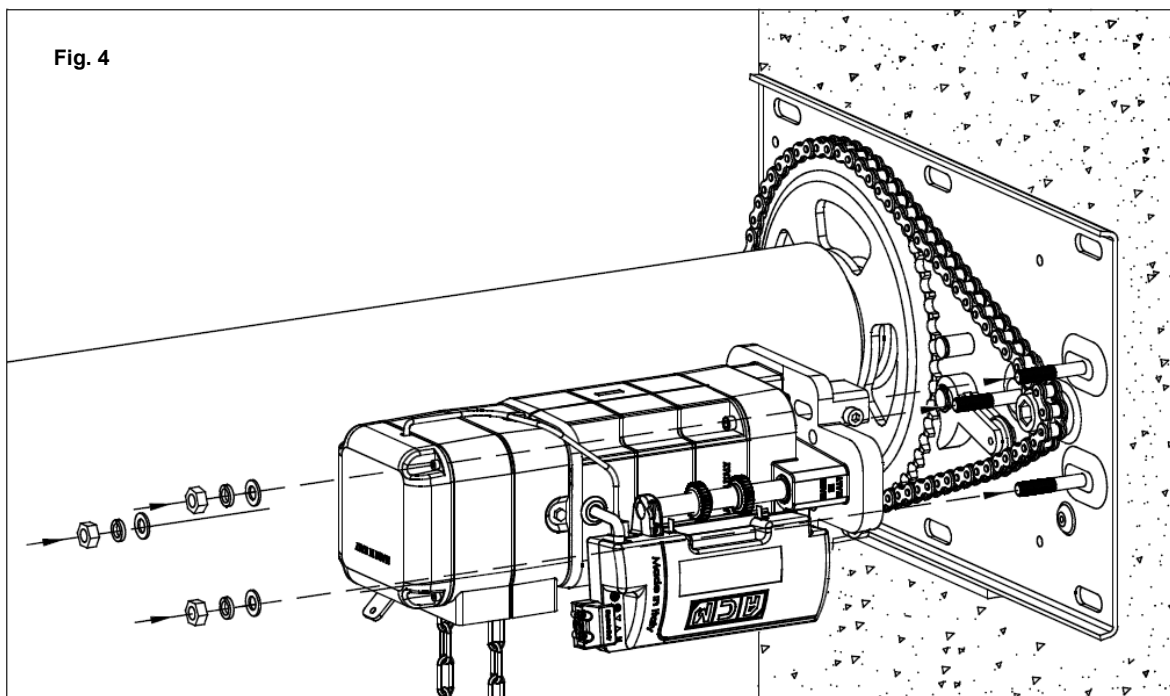
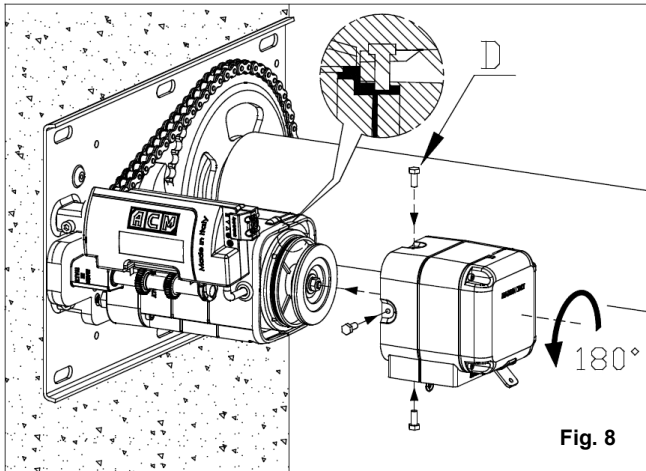

Fig. 4
Fig. 8
Il motoriduttore fornito è configurato per un'installazione a destra della serranda vista dall'interno. Il sistema è comunque predisposto per essere installato sia a destra che a sinistra come mostrato in figura 8 e 9. Dopo aver fissato l'asse di avvolgimento, procedere al montaggio del motoriduttore sulla staffa di trasmissione facendo combaciare i tre perni con le rispettive sedi del riduttore (vedi fig.4). A questo punto spingere il motore a battuta sulla staffa, facendo incastrare l'albero esagonale di trascinamento nella sede del pignone dentato. Serrare il motoriduttore mediante i tre dadi M10.
The gearmotor provided is configured for installation to the right of the shutter seen from inside. However the system is arranged to be installed on both right and left as shown in Fig. 8 and 9. After fixing the winding shaft, assemble the motor on the bracket transmission by matching the three pins with the respective locations of the gear unit (see Figure 4). At this point push the trap hex drive shaft in the seat of the toothed pinion. Tighten the gearmotor using the three M10 nuts.
Le motoréducteur fourni est configuré pour une installation à droite du volet, vue de l'intérieur. Cependant, le système est prédisposé pour être installé à droite et à gauche, comme illustré sur les figures 8 et 9. Après la fixation de l'arbre d'enroulement, procéder au montage du motoréducteur sur le support de transmission, en faisant correspondre les trois broches avec les logements respectifs du réducteur (voir la figure 4). À ce stade, pousser le moteur sur la butée du support, en encastrant l'arbre d'entraînement hexagonal dans le logement du pignon cranté. Serrer le motoréducteur par le biais des trois écrous M10.
El motorreductor entregado está configurado para una instalación a la derecha del cierre enrollable, visto desde el interior. El sistema, en todo caso, está preajustado para su instalación tanto a la derecha como a la izquierda, según se muestra en las fig. 8 y 9. Después de haber fijado el eje de enrollado, efectuar el montaje del motorreductor sobre el estribo de transmisión, de modo que los tres pernos coincidan con los correspondientes alojamientos del reductor (ver fig.4). Hecho esto, empujar el motor hasta que haga tope en el estribo, de modo que el eje hexagonal de arrastre encaje en el asiento del piñón dentado. Apretar el motorreductor mediante las tres tuercas M10.
EN - For the configuration on the left of the gear motor, proceed as follows: Unscrew the 4 screws (D) shown in Figure 8 to release the electric brake assembly. Rotate the brake assembly 180° rotation in such a way that the chain, used for the manual operation, is facing perpendicularly downward. At this point push the brake assembly to overcome the resistance of the internal spring and proceed to tighten the 4 screws that were previously loosened. **Caution:** verify that the 4 screws fit properly into the groove of the electric motor as shown in the Figure 8 detail. This operation is essential for the proper functioning of the electric brake assembly.
FR - Pour la configuration à gauche du motoréducteur, procéder comme suit : dévisser les 4 vis (D) représentées sur la figure 8 pour libérer le groupe du frein électrique. Effectuer la rotation à 180° du groupe frein afin que la chaîne, utilisée pour la manœuvre manuelle, soit dirigée perpendiculairement vers le bas. À ce stade, pousser le groupe frein pour vaincre la résistance du ressort interne et serrer les 4 vis précédemment desserrées. **Attention** : vérifier que les 4 vis s'insèrent correctement dans la rainure du moteur électrique comme indiqué dans le détail de la figure 8. Cette opération est indispensable pour le bon fonctionnement du groupe du frein électrique.